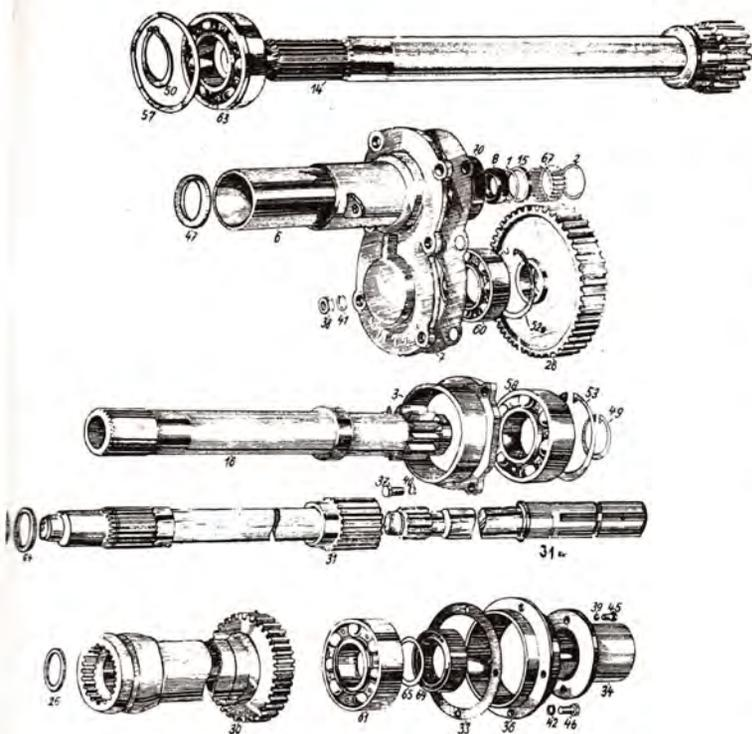

Abb. 81
2. Die Zapfwellenabdeckung (Abb. 81/34) ist durch Ausschrauben von vier Schrauben M 6 abzunehmen.
3. Der Deckel (Abb. 81/36) ist durch Ausschrauben von 4 Schrauben M 10 abzumontieren und die Distanzunterlagscheiben sind zu entfernen.
4. Mit Hilfe eines Zapfwellen-Abziehers II ist die Zapfwelle II (Abb. 81/31a) aus dem Getriebegehäuse und dem Hauptgetriebekasten samt dem Kugellager 6307 herauszuziehen.
3. Unter dem Deckel ist die Distanzunterlagscheibe (Abb. 81/33) aufzulegen und der Deckel ist vorsichtig auf die Zapfwelle II aufzuschieben.
2. Die Sicherung am Rad des Selbstbinder-Antriebes (Abb. 81/52a) ist herauszunehmen.